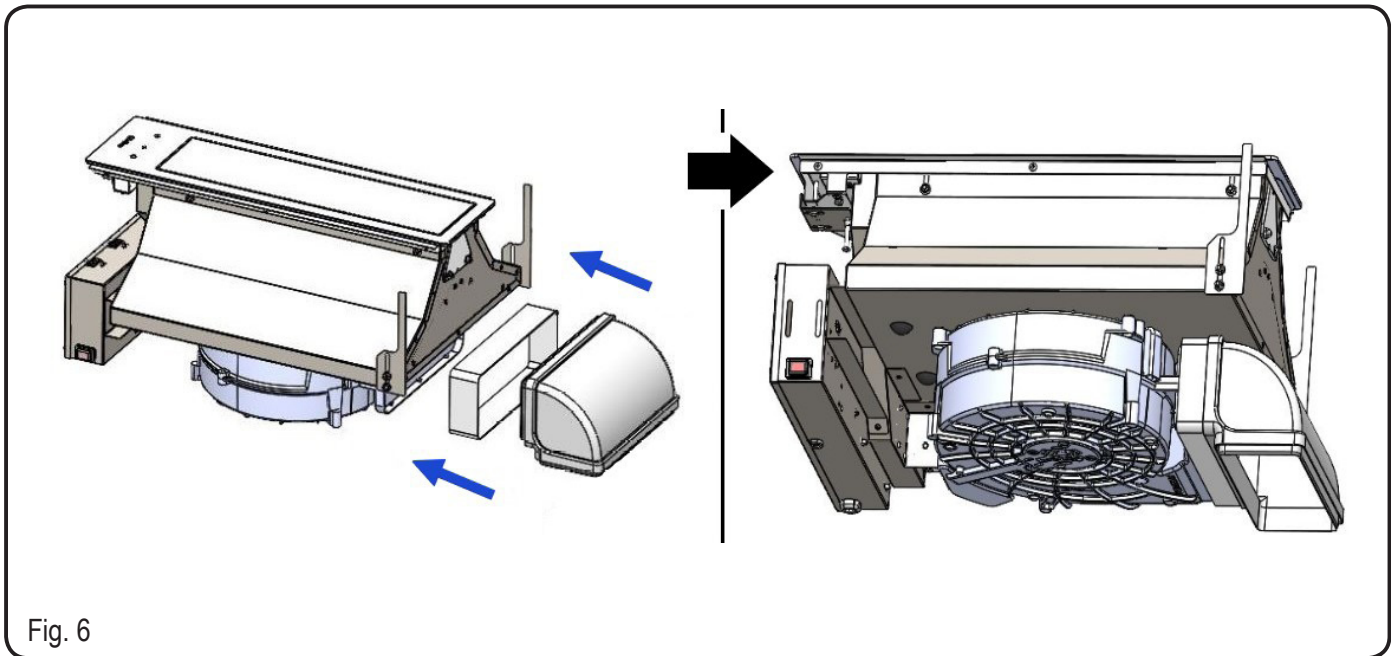

Fig. 6
6. Positioner emhætten og udluftningskanalen. Fortsæt monteringen af udluftningskanalen (medfølger ikke). (fig.6).